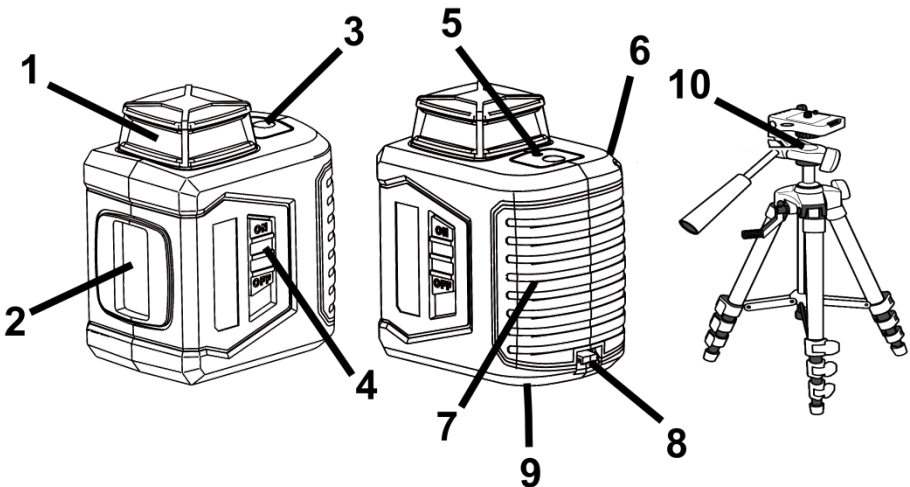

Рисунок 1
Встановіть рівень на рівну плоску поверхню навпроти об'єкта, на який необхідно проектувати промені. Індикатор вирівнювання 5 повинен бути зверху. Відхилення від горизонту поверхні, на якій встановлений рівень, не повинно бути більше +/- 4°. Посуňte клавішу (4) вгору для роботи в режимі самовирівнювання. Ввімкніть проектування променів кнопкою (3) (рисунок 1). З вихідного отвору 1 проектується горизонтальний промінь 360°, з вихідного отвору 2 проектується вертикальний промінь. Ці два промені формують на протилежному від рівня об'єкті дві взаємно-перпендикулярні лінії, горизонтальну і вертикальну. Протягом приблизно чотирьох секунд рівень автоматично вирівнюється. Після закінчення процесу вирівнювання індикатор 5 (рисунок 1) заблимає зеленим кольором. Якщо індикатор 5 блимає червоним кольором, це означає, що рівень встановлений з боковим або фронтальним нахилом, більшим ніж +/- 4°.
- 1) Натисніть одноразово кнопку (3) (рисунок 1) для побудови тільки горизонтальної лінії навколо рівня на 360 градусів;
- 2) Натисніть двічі кнопку (3) (рисунок 1) для побудови тільки вертикальної лінії перед рівнем;
- 3) Натисніть тричі кнопку (3) (рисунок 1) для побудови горизонтальної та вертикальної ліній одночасно;
- 4) Натисніть чотири рази кнопку (3) (рисунок 1) для вимкнення проектування променів.